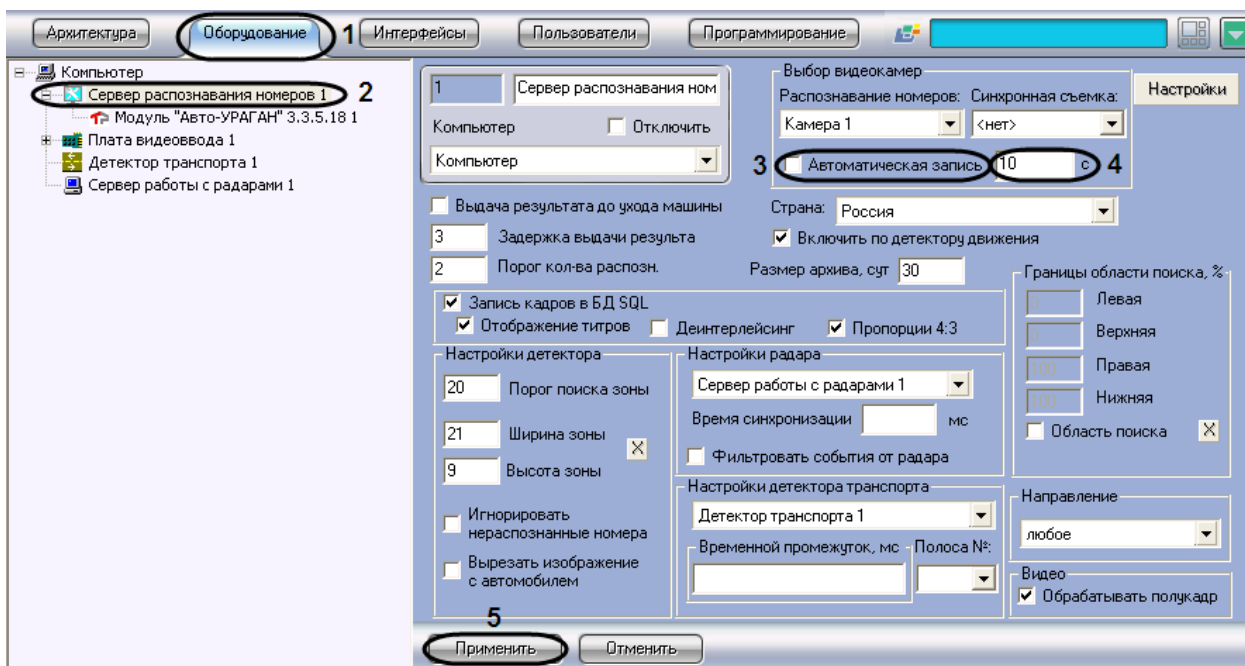

Рис. 7.2—6. Настройка параметров автоматической записи сигнала
1. В диалоговом окне «Настройка системы» перейти на вкладку «Оборудование» (Рис. 7.2—6, 1).
2. В дереве объектов на вкладке «Оборудование» выбрать объект «Сервер распознавания номеров», соответствующий активированному программному модулю (см. раздел «Активация программного модуля, используемого для распознавания номеров», Рис. 7.2—6, 2). В правой части вкладки «Оборудование» отобразится панель настройки выбранного объекта.
3. Установить флажок «Автоматическая запись» для активации функции автоматической записи видеосигнала при распознании номерного знака транспортного средства (см. Рис. 7.2—6, 3).
4. Указать длительность записи видеосигнала, осуществляющегося при распознании номерного знака транспортного средства (см. Рис. 7.2—6, 4).
5. Нажать кнопку «Применить» (см. Рис. 7.2—6, 5).